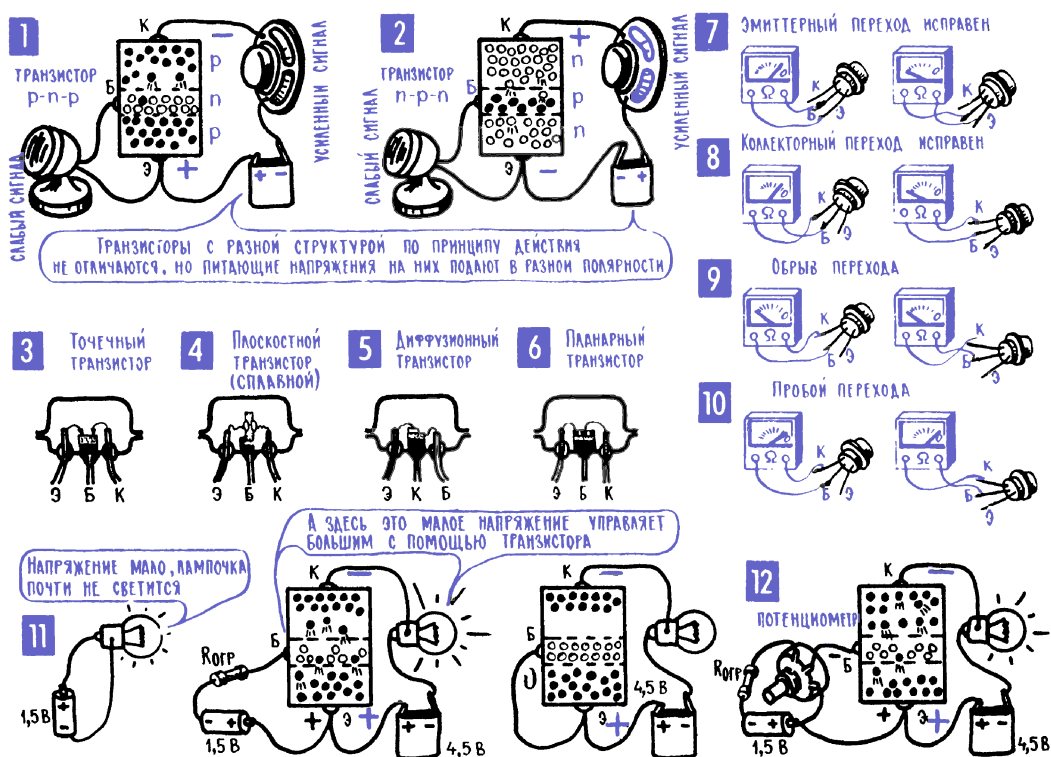
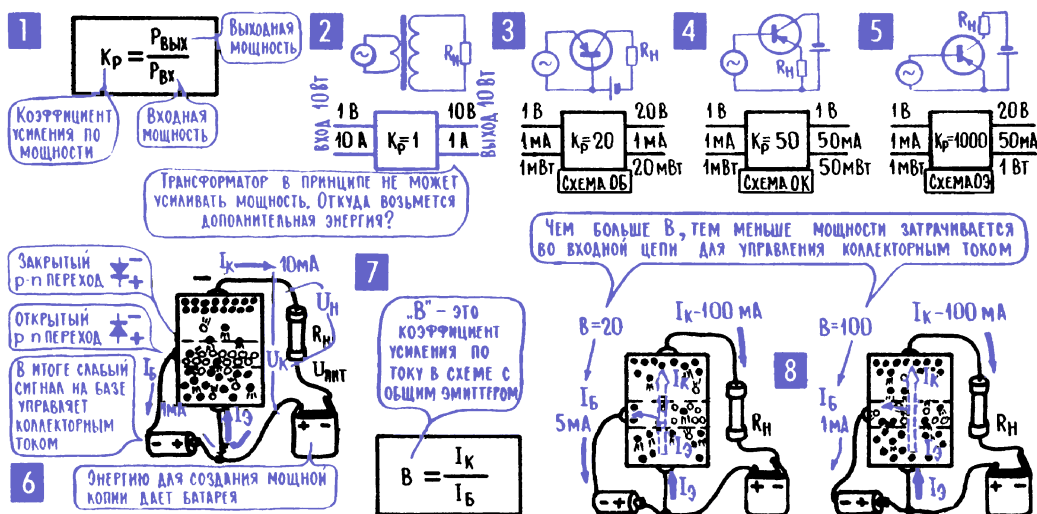

Рис. 9.8. Транзисторы
Рис. 10.1. Свойства транзистора
Можно сказать, что транзистор представляет собой два полупроводниковых диода с одной общей проводящей зоной (рис. 9.8). В зависимости от типа проводимости этой общей зоны могут быть и два типа транзисторов, с двумя разными последовательностями проводящих зон: *p-n-p* и *n-p-n* (рис. 9.8; 1, 2). Такие транзисторы с разной структурой, или, как их принято называть, транзисторы разной проводимости, не отличаются по принципу действия, по своим основным характеристикам и возможностям. Однако технология производства *p-n-p*-транзисторов в какое-то время была проще, удобнее, и тогда они стали основным типом полупроводниковых усилительных приборов. С того времени транзисторы со структурой *p-n-p* иногда называют транзисторами прямой проводимости, а со структурой *n-p-n*-транзисторами обратной проводимости.
16. Три зоны транзистора – эмиттер, коллектор и база; усиливаемый сигнал подводят к эмиттерному p - n -переходу, усиленный получают в коллекторной цепи. Средняя зона транзистора называется базой, сокращенное обозначение – «Б». Это название идет с давних времен, если, конечно, здесь применимо само это слово «давний» – транзистор изобретен в 1947 году. Тогда существовали только точечные транзисторы, у которых средняя зона была конструктивным основанием, базой прибора (рис. 9.8; 3). Сейчас ни точечных, ни плоскостных (рис. 9.8; 4) транзисторов уже не делают, их полностью вытеснили более технологичные и совершенные сначала диффузионные, а затем и планарные⁴ приборы (рис. 9.8; 6), однако названия рабочих зон, в том числе и название «база», остались без изменений.
На рис. 9.8; 1, 2 в самом общем виде показана схема включения транзистора в усилитель электрических сигналов. Транзистор позволяет практически осуществить систему усиления электрических сигналов, в которой
В опыте с подключением лампочки непосредственно к батарейке 1,5 В (рис. 9.8; 11) красный светодиод может в принципе тускло светиться (в зависимости от того, насколько батарейка новая), поэтому лучше выбирать других цветов – они гарантированно при таком напряжении светиться не будут. В эксперименте на рис. 9.8; 12 для современных транзисторов с большим коэффициентом передачи тока (β , см. гл. 10; 3, рис. 10.1; 7) переменного резистора с максимальным сопротивлением 1 кОм может не хватить – лампочка (светодиод) будет светиться одинаково при любом положении потенциометра. Лучше взять заведомо большее переменное сопротивление: 20–30 кОм и более (в зависимости от транзистора). Не забывайте про ограничительный резистор $R_{\text{огр}}$ (100 Ом) – его отсутствие может привести к выгоранию перехода эмиттер–база.
Первая серия опытов (рис. 9.8; 7, 8; в мысленном эксперименте вместо омметра вполне можно включить лампочку и батарейку: чем ярче светится лампочка, тем, значит, больше ток и, следовательно, меньше сопротивление) – предварительная, она лишь подтверждает, что в p - n - p -транзисторе есть два p - n -перехода и его можно рассматривать как два диода с общей зоной n . Транзистор типа p - n - p мы выбрали для определенности, но мож-
Вторая серия опытов начинается с того, что лампочку на 3,5 В мы подключаем к источнику с напряжением 1,5 В и убеждаемся, что лампочка не горит. Однако напряжение 1,5 В можно использовать для зажигания лампочки, если управлять этим процессом через транзистор (рис. 9.8; 11). Здесь энергию для свечения лампочки дает коллекторная батарея 4,5 В, а напряжение 1,5 В от элемента лишь подает команду «Светить!» ($R_{\text{отр}} = 100 \text{ Ом}$ ограничивает базовый ток; этот резистор нужен во всех случаях, когда мы от мысленных экспериментов переходим к опытам «в металле» и при этом напряжение на базу подаем от отдельной батареи).
Следующий шаг: плавное изменение управляющего напряжения с помощью переменного резистора (рис. 9.8; 12) – ток в коллекторной цепи (о нем можно судить по яркости свечения лампочки) следует за всеми изменениями входного напряжения. Значит, если подать на вход транзистора, то есть подвести к эмиттерному $p-n$ -переходу, реальный электрический сигнал, то в коллекторной цепи появится его мощная копия.
18. Открытый эмиттерный $p-n$ -переход «впрыскивает» заряды в коллекторный $p-n$ -переход и тем самым меняет его сопротивление, управляет коллекторным током. Прежде всего обратите внимание на то, в какой полярности поданы напряжения на эмиттерный и коллекторный $p-n$ -переходы в $p-n-p$ -транзисторе. Коллекторная батарея подключена «минусом» к коллектору и «плюсом» к базе (в наших схемах «плюс» соединен с базой через эмиттер, но бывают схемы, где они соединяются непосредственно), и поэтому коллекторный переход, по сути дела, представляет собой диод, включенный в обратном направлении, сопротивление его очень велико (см. рис. 10.1; 6 в главе 10).
Итак, мы нашли нужную пару независимых и в то же время «пересекающихся» физических процессов: ток в цепи эмиттер–база и коллекторный ток. Образно говоря, мы нашли «заслонку», которую искали (гл. 9; 4), нашли способ менять сопротивление реостата (коллекторная цепь) с помощью электрического сигнала (напряжение на участке база–эмиттер). Но сможет ли эта пара процессов, сможет ли наш реостат, управляемый электрическим сигналом, давать усиление? Будет ли изменение мощности в коллекторной цепи больше, чем затраты мощности на создание тока в цепи эмиттер–база? Ответ на этот принципиальный вопрос – усилитель или ослабитель? – был получен нами еще «до того», в нескольких простейших экспериментах (рис. 9.8; 11, 12), доказавших: с помощью транзистора можно усиливать электрические сигналы. И, вдохновившись этим приятным «транзистор – да!», попробуем в деталях выяснить, что конкретно делает транзистор в усилителе сигналов, сколько чего получает и отдает.
1. Мощность усиленного сигнала выделяется в нагрузке. Чтобы от общих представлений об усилителях, от усилителя в принципе, сделать первый шаг к конкретным усилительным схемам, нужно включить в цепь, где проходит коллекторный ток, нагрузку. Именно нагрузка отбирает у меняющегося коллекторного тока мощность, отбирает мощность у «мощной копии» сигнала, превращает ее в звук, в свет на экране, в какое-либо действие в системе автоматического управления или, наконец, просто в более мощный электрический сигнал, который подвергается дальнейшей обработке. Соответственно, в качестве нагрузки может быть включен громкоговоритель, светодиод, исполнительное устройство электронного автомата. Но для электрических цепей усилителя все они не более чем потребители энергии, такие же, как резисторы. И, интересуясь пока только «электрическими событиями» в транзисторном усилителе, будем считать его нагрузкой обычный резистор R_H (рис. 10.1; 6). Тем более что очень часто, когда от усилителя требуется просто более мощный электрический сигнал, именно резистор включен в коллекторную цепь.
На рис. 10.1 показано несколько примеров того, что может произойти с мощностью электрического сигнала в некотором условном его преобразователе – он изображен в виде квадрата. Цифры в примерах подобраны так, чтобы без громоздких вычислений можно было уловить суть дела. Первый пример относится к трансформатору и подтверждает, что он не увеличивает мощность сигнала¹. Мощность могут повысить разные схемы транзисторных усилителей, но делают они это по-разному. Схема с общей базой (ОБ) повышает мощность, увеличивая напряжение сигнала (об этом принято говорить так: схема дает усиление по напряжению), схема с общим коллектором (ОК) – за счет увеличения тока (усиление по току), а схема с общим эмиттером (ОЭ) – увеличивая и ток и напряжение, причем, как правило, в разное число раз. Нужно, по-видимому, пояснить, что термины «общая база» ОБ, «общий коллектор» ОК и «общий эмиттер» ОЭ отражают особенности включения самого транзистора в схему усилителя. Об этих особенностях речь впереди (см. гл. 12; 8–16), а пока знакомство с транзисторным усилителем продолжим на примере самой распространенной его схемы с общим эмиттером ОЭ, которая, кстати, рассматривалась и во всех предыдущих примерах (рис. 9.8, рис. 10.1; 6).
несколько более глубоко отражающими суть дела: чем больший коллекторный ток I_k создается сигналом, который создает при этом во входной цепи ток I_{ϵ} , тем выше усиление по току. И наконец, третье описание сложившихся взаимоотношений между токами транзистора: отношение I_k к I_{ϵ} называется «коэффициент усиления по току» β , и чем выше этот коэффициент β , тем лучше транзистор усиливает ток (рис. 10.1; 7, 8).